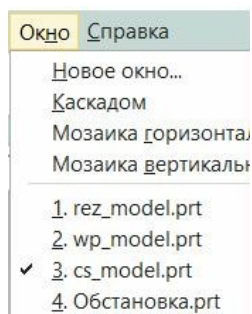

рис.2
- Итак, в качестве исходного материала вы имеете только файл *Обстановки*, и тут же создаете пустые файлы отдельной детали (рис.2):